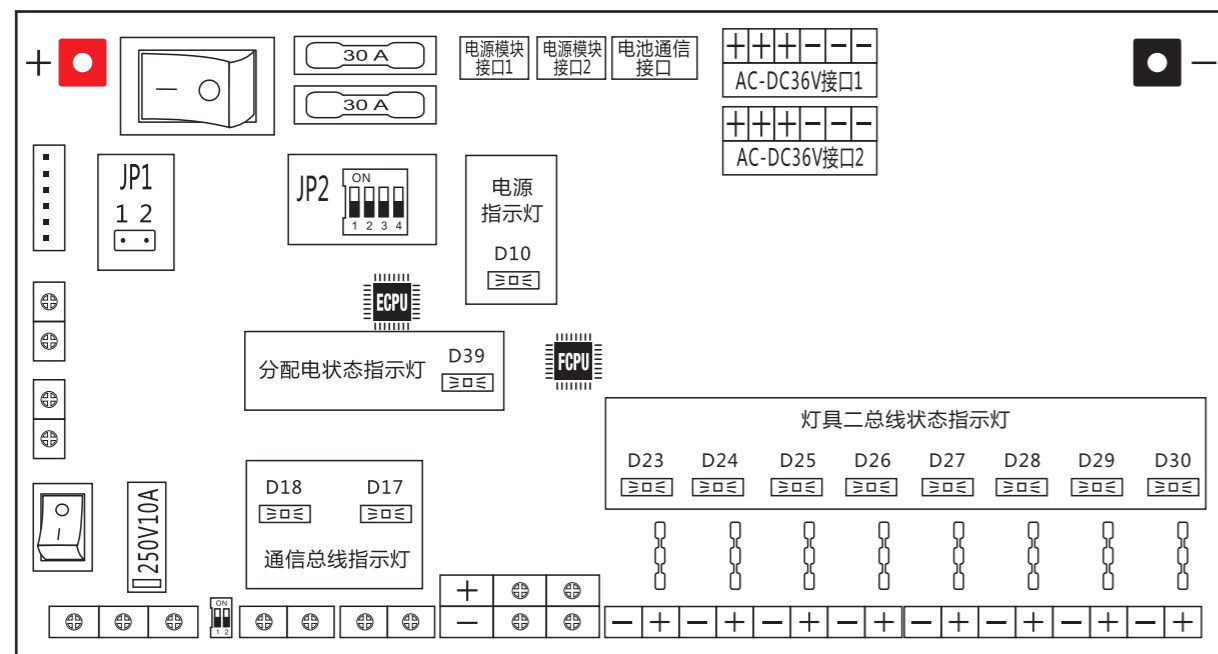

图33
说明：如果要打开AC市电检测功能，除了要打开系统上的AC市电检测功能之外，还需确保线路板JP1位置（见图33）的1与2针脚是否有短路帽连接。
E：表示ECPU芯片版本(见图33)
F：表示FCPU芯片版本(见图33)
(2)、主控模块指示灯(见图33)
短路帽和拨码开关的使用（见图33）